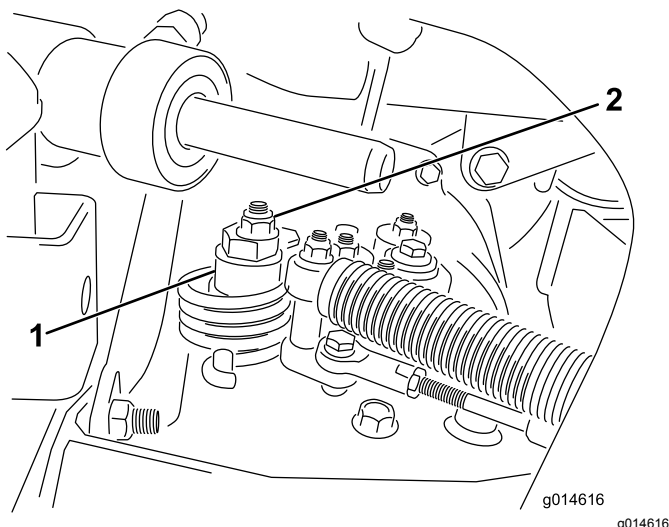

Bild 51
- A. Lösen Sie die Mutter, mit der der Exzenter oben am Hydrostat befestigt ist (Bild 51).
nicht mehr dreht, um den Exzenter und die Einstellung zu arretieren (Bild 51). Überprüfen Sie die Einstellung mit dem Gasbedienungshebel auf „Langsam“ und auf „Schnell“.